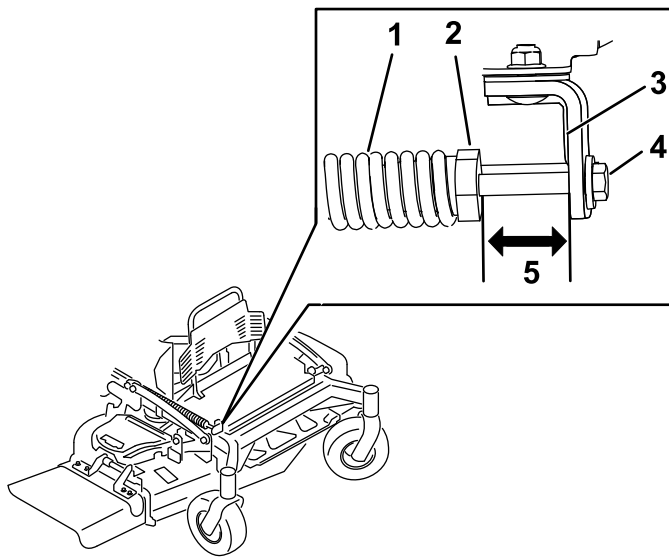

Figura 92
- Verifique o comprimento entre a porca da mola e o lado traseiro do suporte de montagem soldado (Figura 92).
- Certifique-se de que o comprimento se encontra entre 47 e 50 mm como se mostra na Figura 92.
- Se for necessário, ajuste a distância ao ajustar o parafuso na dianteira do suporte de montagem (Figura 92).